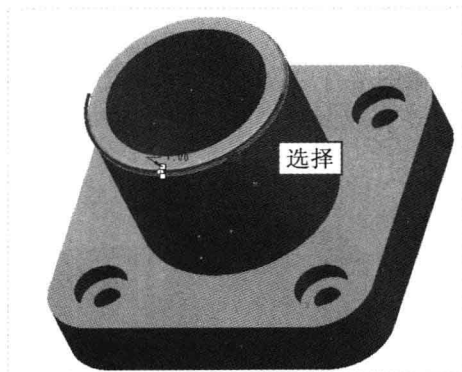

图 18-10 选择倒圆角边 1
Step 09 在“模型”选项卡中，单击“工程”面板中的“倒圆角”按钮 , 弹出“倒圆角”选项卡，设置圆角半径为 1，在绘图区选择合适的倒圆角边，如图 18-10 所示。